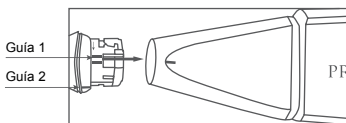
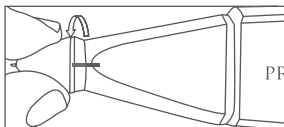

Fig. 1.08
Fig. 1.09
2. Para insertar una nueva punta de sonda, coloque la Guía 1 como se muestra en la Fig. 1.08, deslícela y gírela en el sentido de las agujas del reloj para alinear la Guía 2 con la guía marcada en el cuerpo principal, para fijarla tal y como se muestra en la **Fig. 1.09**.